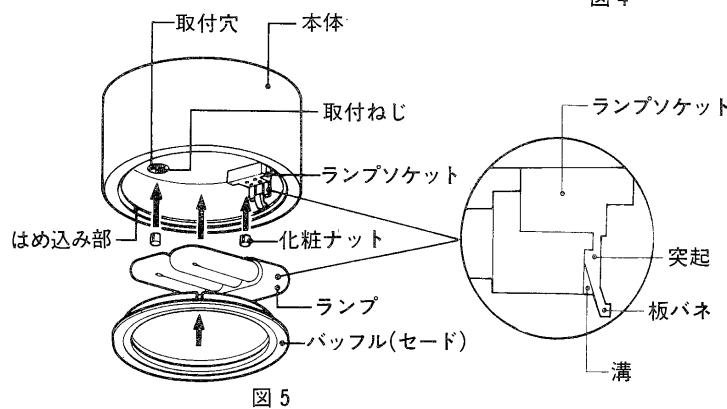

図5
- ⑤取付板の取付ねじに本体の取付穴を合わせ本体を化粧ナットで天井に取り付けます。(図5)
- ⑥ランプをランプソケットに差し込みます。
- ⑦バッフル(セード)を本体のはめ込み部に強く押し上げ確実にはめ込みます。(図5)